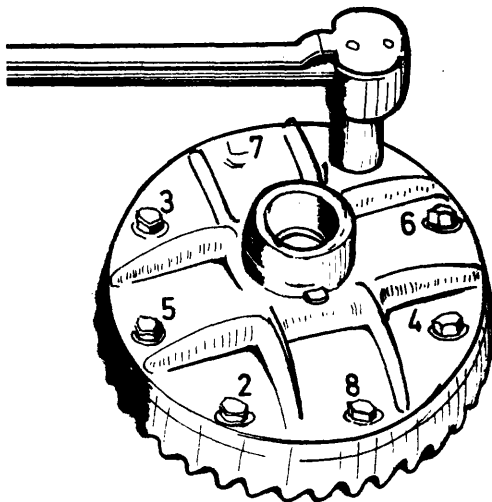

Fig. 3
- a Instale la corona, en la caja de satélites, apriete los tornillos al torque recomendado y en la forma indicada (fig.3).